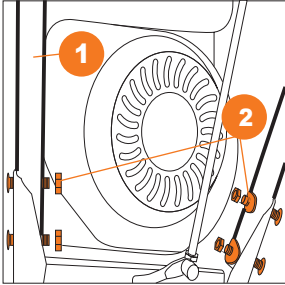

Рис. 6
**S 6060** присоедините и закрепите рукоятки панели оператора **1** к корпусу снегоуборочной машины с помощью крепежных элементов **2** (болт M8x40 – 4 шт., фигурная шайба – 4 шт., гайки M8-4шт.) (Рис. 6).